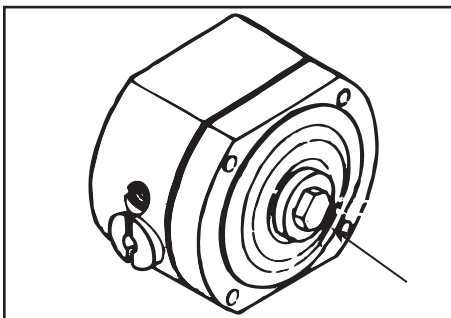

Figura 24
- Extraiga las tuercas en ambos lados de la Eje central (consulte la Figura 24).